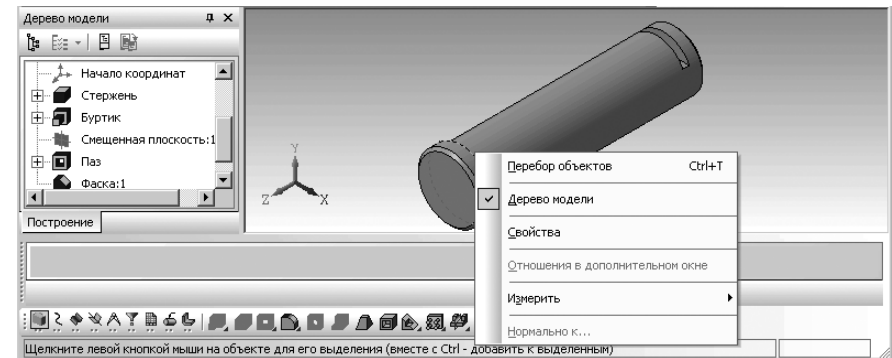

Рис. 1.89. Контекстное меню с пунктом **Перебор объектов**
- щелкните правой кнопкой мыши. Появится контекстное меню, показанное на рис. 1.89.